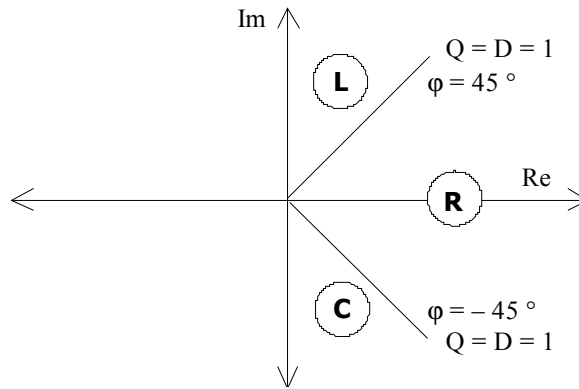

Abb. 6 Definition der RLC-Parameter in der komplexen Ebene
- Das Format des Meßergebnisses entspricht dem angeschlossenen Meßobjekt Z_x . Als Entscheidungskriterium für die Bestimmung der Meßimpedanz R, L oder C dient die Größe und das Vorzeichen der Phasenverschiebung φ des Impedanzvektors (s. S. 29, Abb. 6).